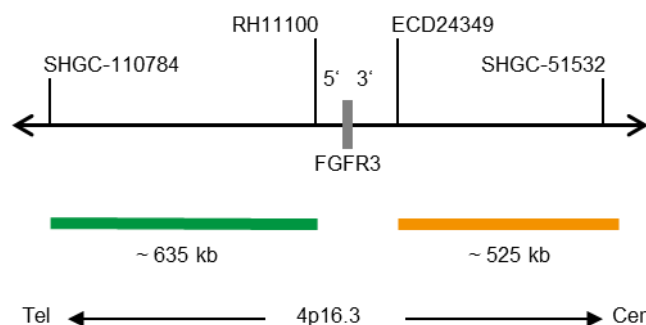

Fig. 1: SPEC FGFR3 Mapa da sonda (não à escala)
- Polinucleótidos marcados com ZyGreen (excitação 503 nm/emissão 528 nm) (~10 ng/μl), que têm como alvo sequências mapeadas em 4p16.3* (chr4:1,093,149-1,729,455) distal à região do ponto de quebra FGFR3 (ver Fig. 1).
- Polinucleótidos marcados com ZyOrange (excitação 547 nm/emissão 572 nm) (~4,5 ng/μl), que têm como alvo sequências mapeadas em 4p16.3* (chr4:1,922,997-2,446,931) proximais à região do ponto de quebra FGFR3 (ver Fig. 1).